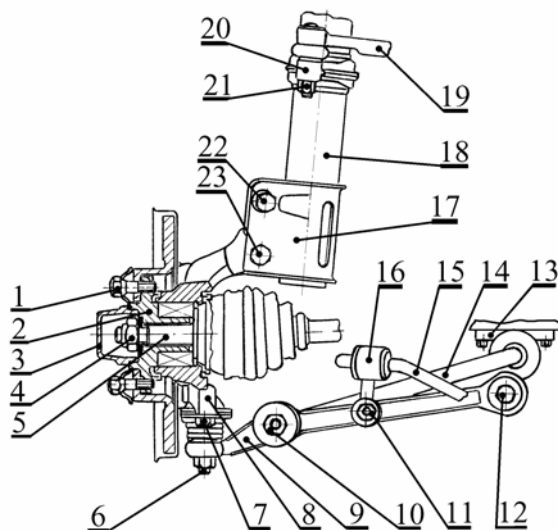

Рис.1. Передняя подвеска:
2.1.1 Установить автомобиль на двухстоечный подъемник, затормозить стояночным тормозом, выключить зажигание и ослабить болты 1, рис.1, крепления передних колес (головка сменная 19, вороток, подъемник электрогидравлический типа ПВ-3-Т-СП, грузоподъемностью 3 т).